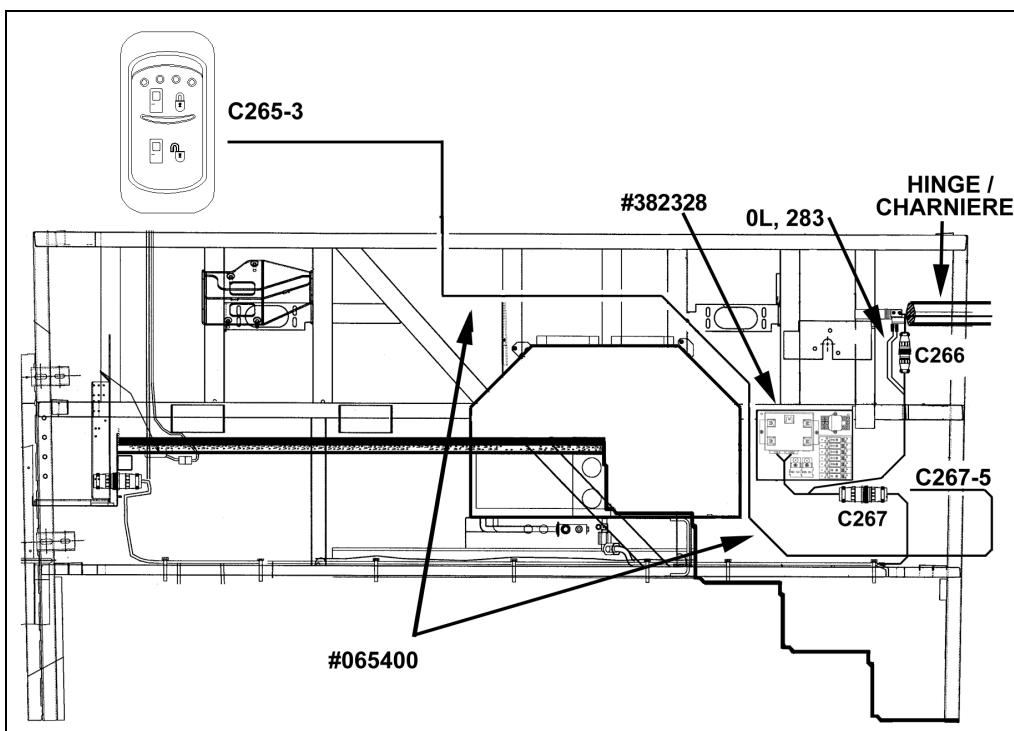

FIGURE 1 : LOCALISATION DU MODULE ÉLECTRONIQUE SUR LA STRUCTURE AVANT VIP
2. Débrancher les connections électriques du module électronique actuellement sur le véhicule et retirer le module (figure 1).
3. Installer le nouveau module #382328 (il peut être nécessaire de repercer la structure). Brancher les connecteurs C266 et C267 selon la figure 1.
4. Raccorder les fils 0L et 283 à l'interrupteur de fin de course situé près de la charnière supérieure de porte (figure 1 et 2).
6. Faire parcourir le câblage #065400 jusque derrière le tableau de bord. Retirer le fil 285 du port 3 de l'interrupteur à bascule de verrouillage/déverrouillage de porte et insérer l'extrémité identifiée C265-3 dans le port 3 du même interrupteur. Isoler le connecteur du fil 285 avec une gaine thermorétractable (figure 1).